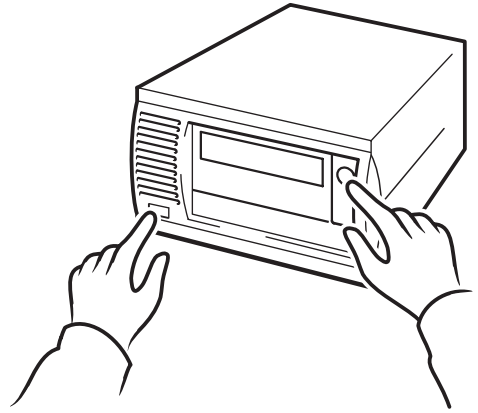
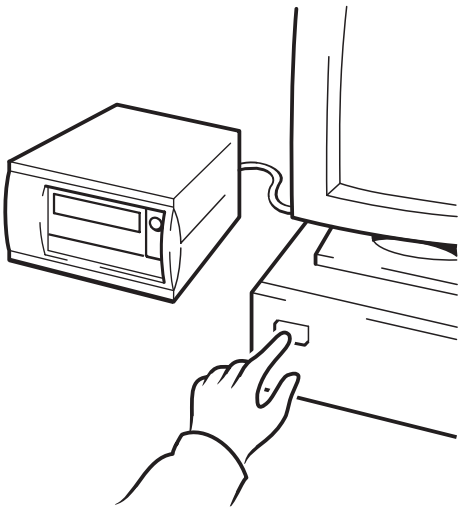

Figure 10b : utilisation de HP OBDR, étape 2
Figure 10c : utilisation de HP OBDR, étape 3
- 2 Appuyez sur le bouton d'éjection et maintenez-le enfoncé. Tout en maintenant le bouton d'éjection enfoncé, mettez sous tension le lecteur de bande (voir Figure 10b) et le serveur (voir Figure 10c). Cette opération active la procédure HP One-Button Disaster Recovery. Relâchez le bouton d'éjection dès que le voyant Ready (Prêt) situé sur le panneau avant clignote en mode OBDR. Il clignote de manière répétée : clignotant-fixe-clignotant.